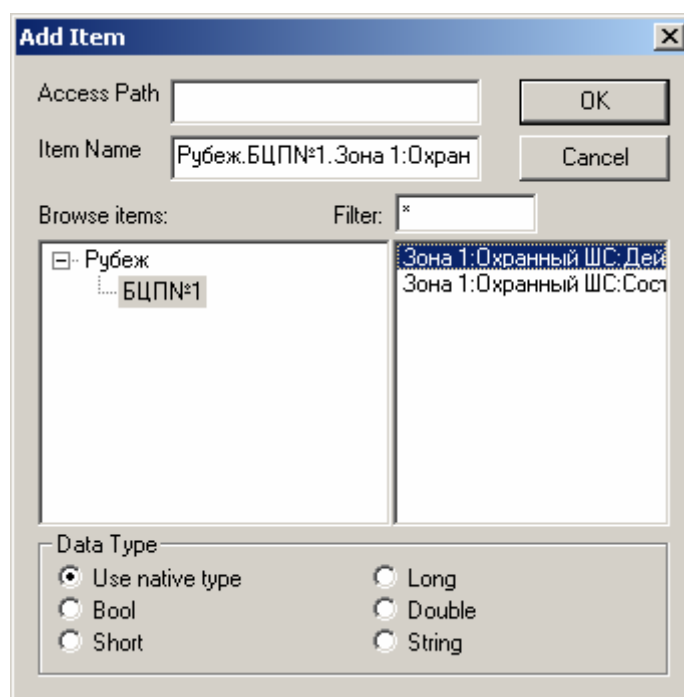

Рис. 4 Выбор тега «Действие»
6. Добавьте тег «**Действие**» с помощью пункта меню **OPC/Add Item...** Для этого выберите в диалоге нужный тег как показано на Рис. 4.